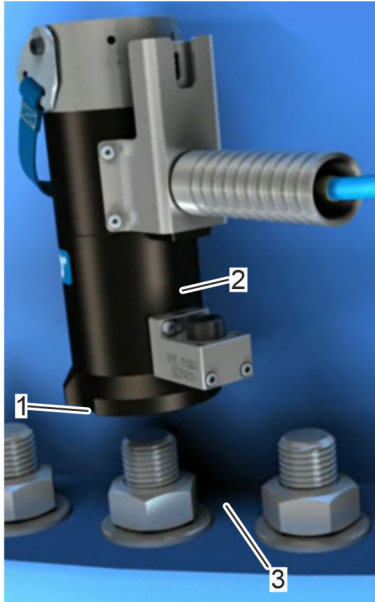

Fig. 36: appoggio
1. ➤ Pulire la superficie portante (Fig. 36/3) e la vite.
2. ➤ Applicare il cilindro di serraggio. Assicurarsi che la superficie portante (Fig. 36/3) sia perpendicolare all'asse di serraggio.